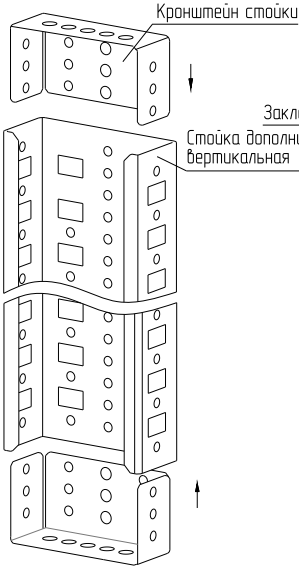

Рисунок 33
4.19.2 Установите кронштейны с двух сторон стойки (рисунок 33).